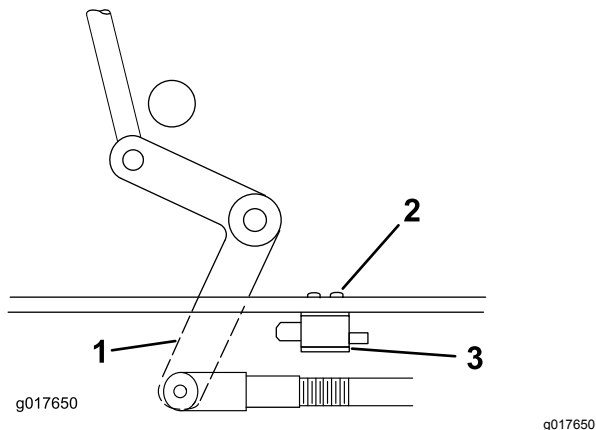

Figure 47
4. Au besoin, réglez le contacteur de sécurité de la PDF en desserrant les boulons de fixation du support du contacteur (Figure 47).
**Important:** Le levier coudé ne doit pas toucher le corps du contacteur, car celui-ci pourrait être endommagé (Figure 47).